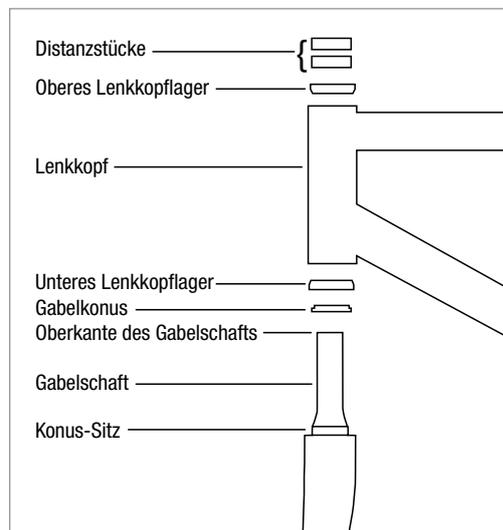

Abbildung 3
5. Installieren Sie das Lenkkopfunterteil gemäß den Anweisungen des Herstellers und stecken die Gabel in den Gabelschaft. Installieren Sie das Lenkkopfoberteil gemäß den Anweisungen des Herstellers (Abbildung 3).